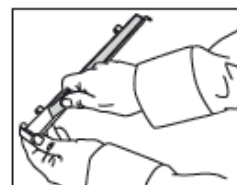

Fig. 2
Ugnsfalshållarens övre del griper in i spåren på ugnens sidovägg som i Fig. 2.
2. Ta bort plastskydden från de rörliga ugnsfalsarna (Fig. 2).